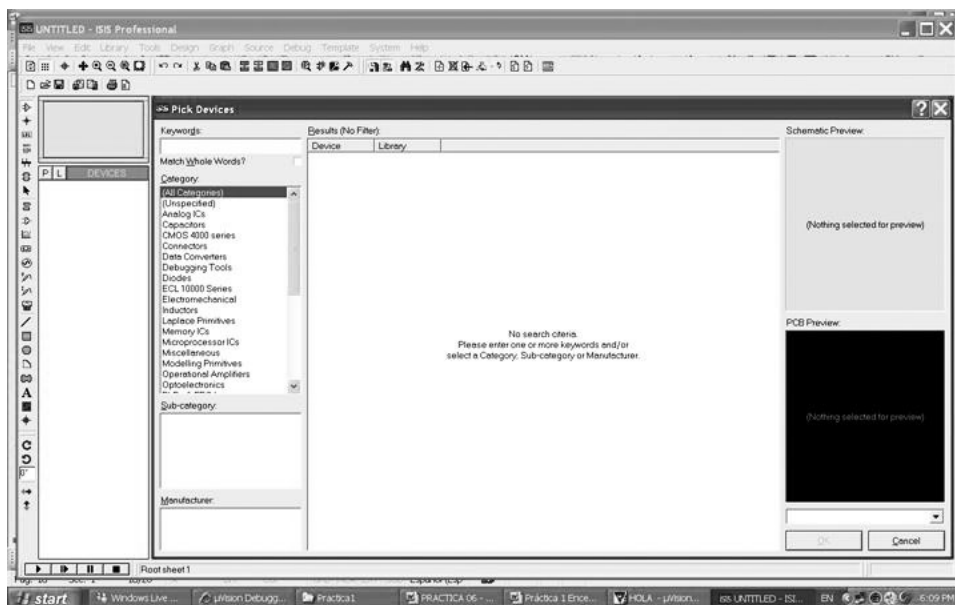

Figura 16.38: Simulación de un sistema digital basado en el MICC AT89C51RC2. Paso 3
3. Seleccione Componente y luego P. Esto abrirá una ventana de selección de elementos (figura 16.38 ) en donde escogeremos los componentes a utilizar.